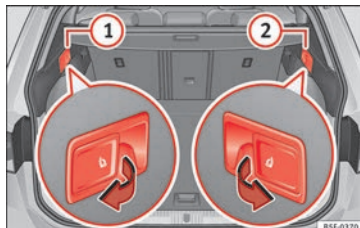

Fig. 152 Na bagageira: alavancas para desbloqueio à distância das partes esquerda ① e direita ② do encosto traseiro.
- Puxe a alavanca de desbloqueio à distância da parte esquerda » **Fig. 152** ① ou direita ② do encosto no sentido da seta. A parte desbloqueada do encosto traseiro rebate-se automaticamente para a frente.